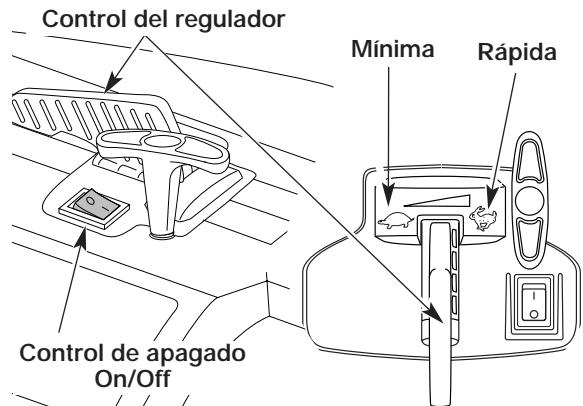
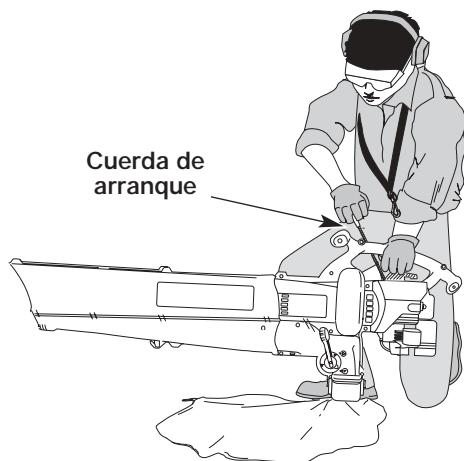

Fig. 9
Fig. 11
ADVERTENCIA: Evite los arranques accidentales. Esté en posición de arranque cuando hale la cuerda (Fig. 11). Tampoco ponga la unidad sobre ninguna superficie excepto sobre una superficie limpia y sólida, mientras se pone en marcha. Los desechos tales pueden ser absorbidos por la toma de aire y ser lanzados por la abertura de descarga, causándole daños a la unidad, propiedad o causándole lesiones graves a los espectadores o al operador.
4. Ponga la unidad en la posición de arranque (Fig. 11). Coloque el control del regulador en la posición de mínima () (Fig. 9).
1. Oprima y sostenga el control de apagado On/Off en la posición de apagado (STOP) (O) hasta que el motor se apague por completo (Fig. 9).